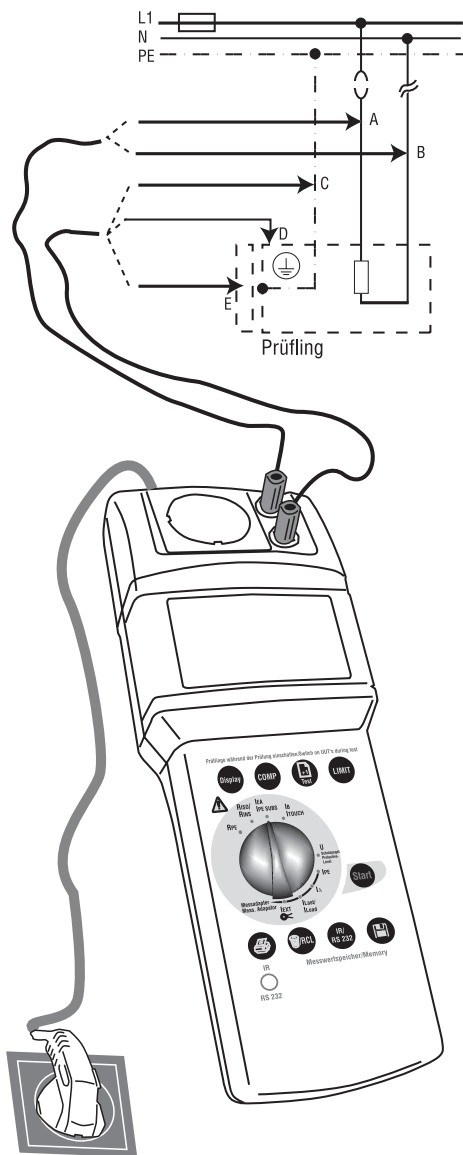

Bild 6.10: Messung des Ersatzableitstromes bei fest angeschlossenen Geräten oder Geräten ohne Netzstecker
- 1) Schließen Sie den BEHA-AMPROBE TELARIS 0701/0702 mit dem Netzanschlusstecker (1) an eine funktionsfähige und ordnungsgemäß angeschlossene Schutzkontakt-Netzsteckdose an.
- 2) Stellen Sie den Drehschalter 'Messfunktion' (15) auf die Schalterstellung 'IEA'
- 3) Stellen Sie mittels der Taste LIMIT (7) den Grenzwert für den Ersatzableitstrom ein.
- 5) Verbinden Sie den PE-Anschluss des Prüflings mit der blauen Buchse 'PE' (5), entsprechend C in Bild 6.10.
🔊 Bei Geräten der Schutzklasse II oder III und berührbare leitfähige Teilen von Geräten der Schutzklasse I, die nicht mit dem Schutzleiter verbunden sind, verbinden Sie zusätzlich die Buchse 'PE' (5) mit allen berührbaren leitfähigen Gehäuseteilen des Prüflings entsprechend D, E in Bild 6.10.
- 6) Verbinden Sie die Buchse 'L/N' (4) mit allen aktiven Anschlüssen des Prüflings entsprechend A, B in Bild 6.10.
- 7) Drücken Sie die Taste „Start“ (9). Das blinkende Symbol für die Messeinheit im Display signalisiert den aktuellen Messvorgang.
- 8) Lesen Sie den Messwert von der LC-Anzeige (6) ab. Das Symbol 'LIMIT' (21) zeigt bei eingeschalteter Grenzwertanzeige eine Überschreitung des Grenzwertes an.